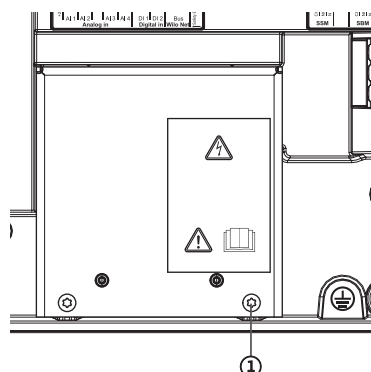

Fig. 113: Placă de protecție CEM
4. Slăbiți șuruburile plăcii de protecție EMC (Fig. 113, poz. 1) și îndepărtați placa de protecție.